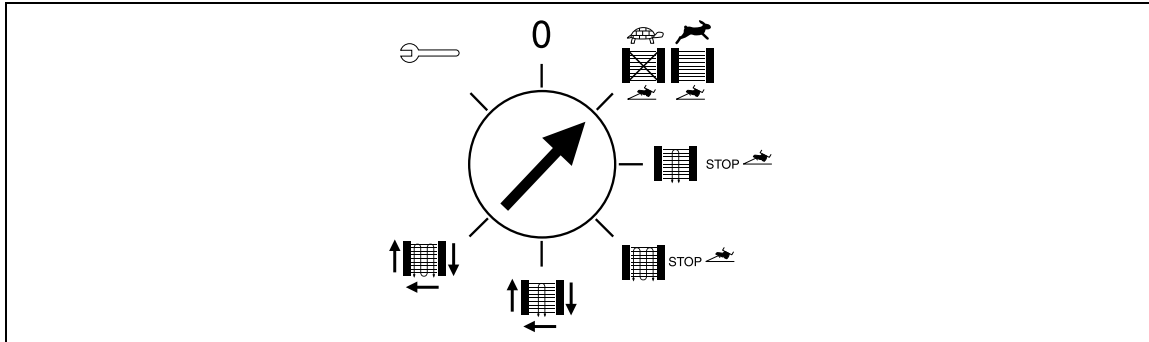

Abb. 7-12 Stellung Programmwahlschalter
- Der Programmwahlschalter befindet sich in Stellung „Arbeitsmodus“ (Abb. 7-12).